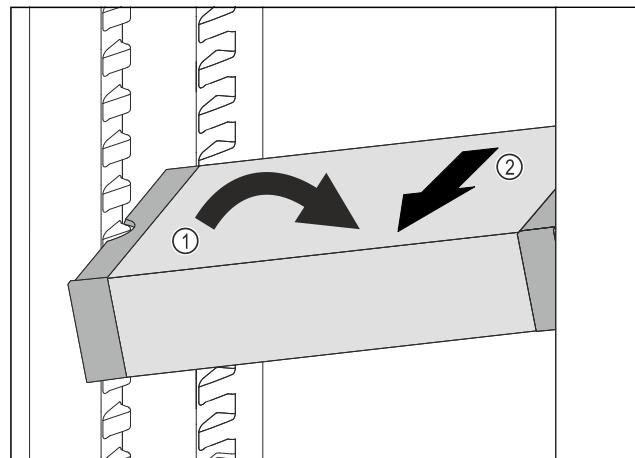

Fig. 114
- VarioSafe im Kühlteil schräg stellen. Fig. 114 (1)
- VarioSafe nach vorne entnehmen. Fig. 114 (2)